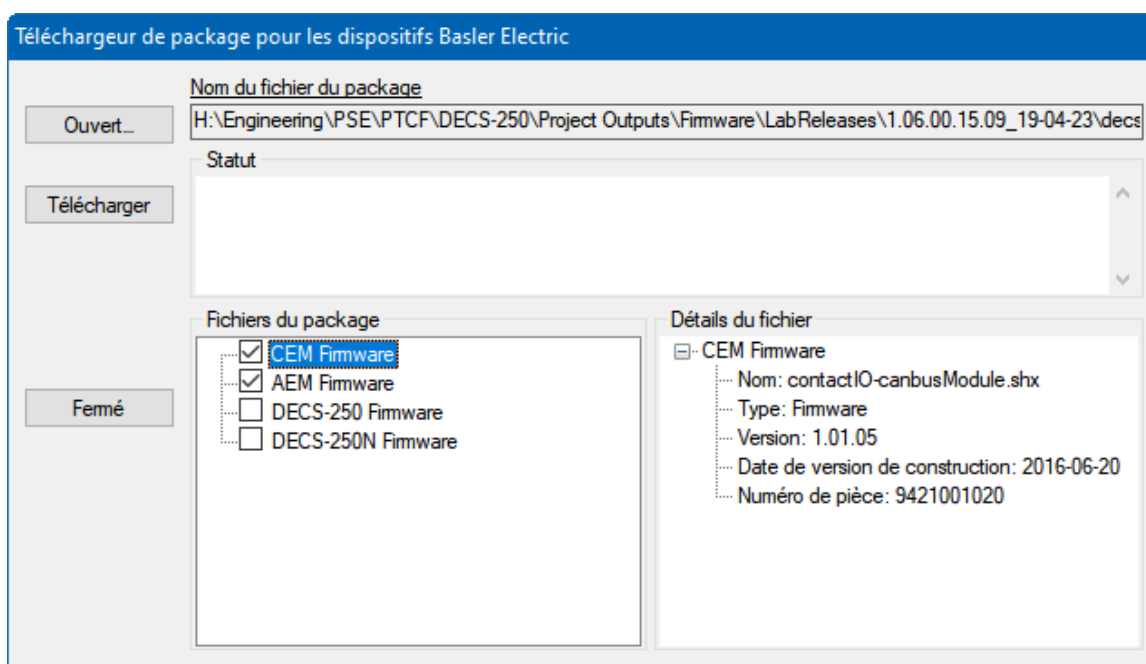

Figure 20-10. Téléchargeur de packages d'appareils électriques Basler
8. Lorsque le téléchargeur de package d'appareils électriques Basler L'écran (Figure 20-10) apparaît, cliquez sur le bouton Ouvrir pour rechercher le package d'appareil que vous avez reçu de Basler Electric. Les fichiers du package ainsi que les détails du fichier sont répertoriés. Cochez les cases à côté des fichiers individuels que vous souhaitez télécharger.